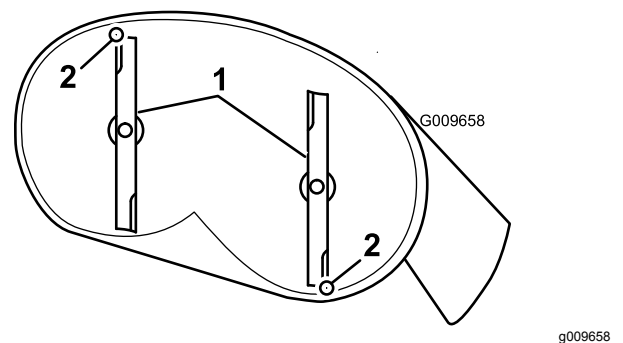

Figure 55
4. Faites pivoter les lames avec précaution pour faire passer les pointes avant à l'arrière (Figure 55).